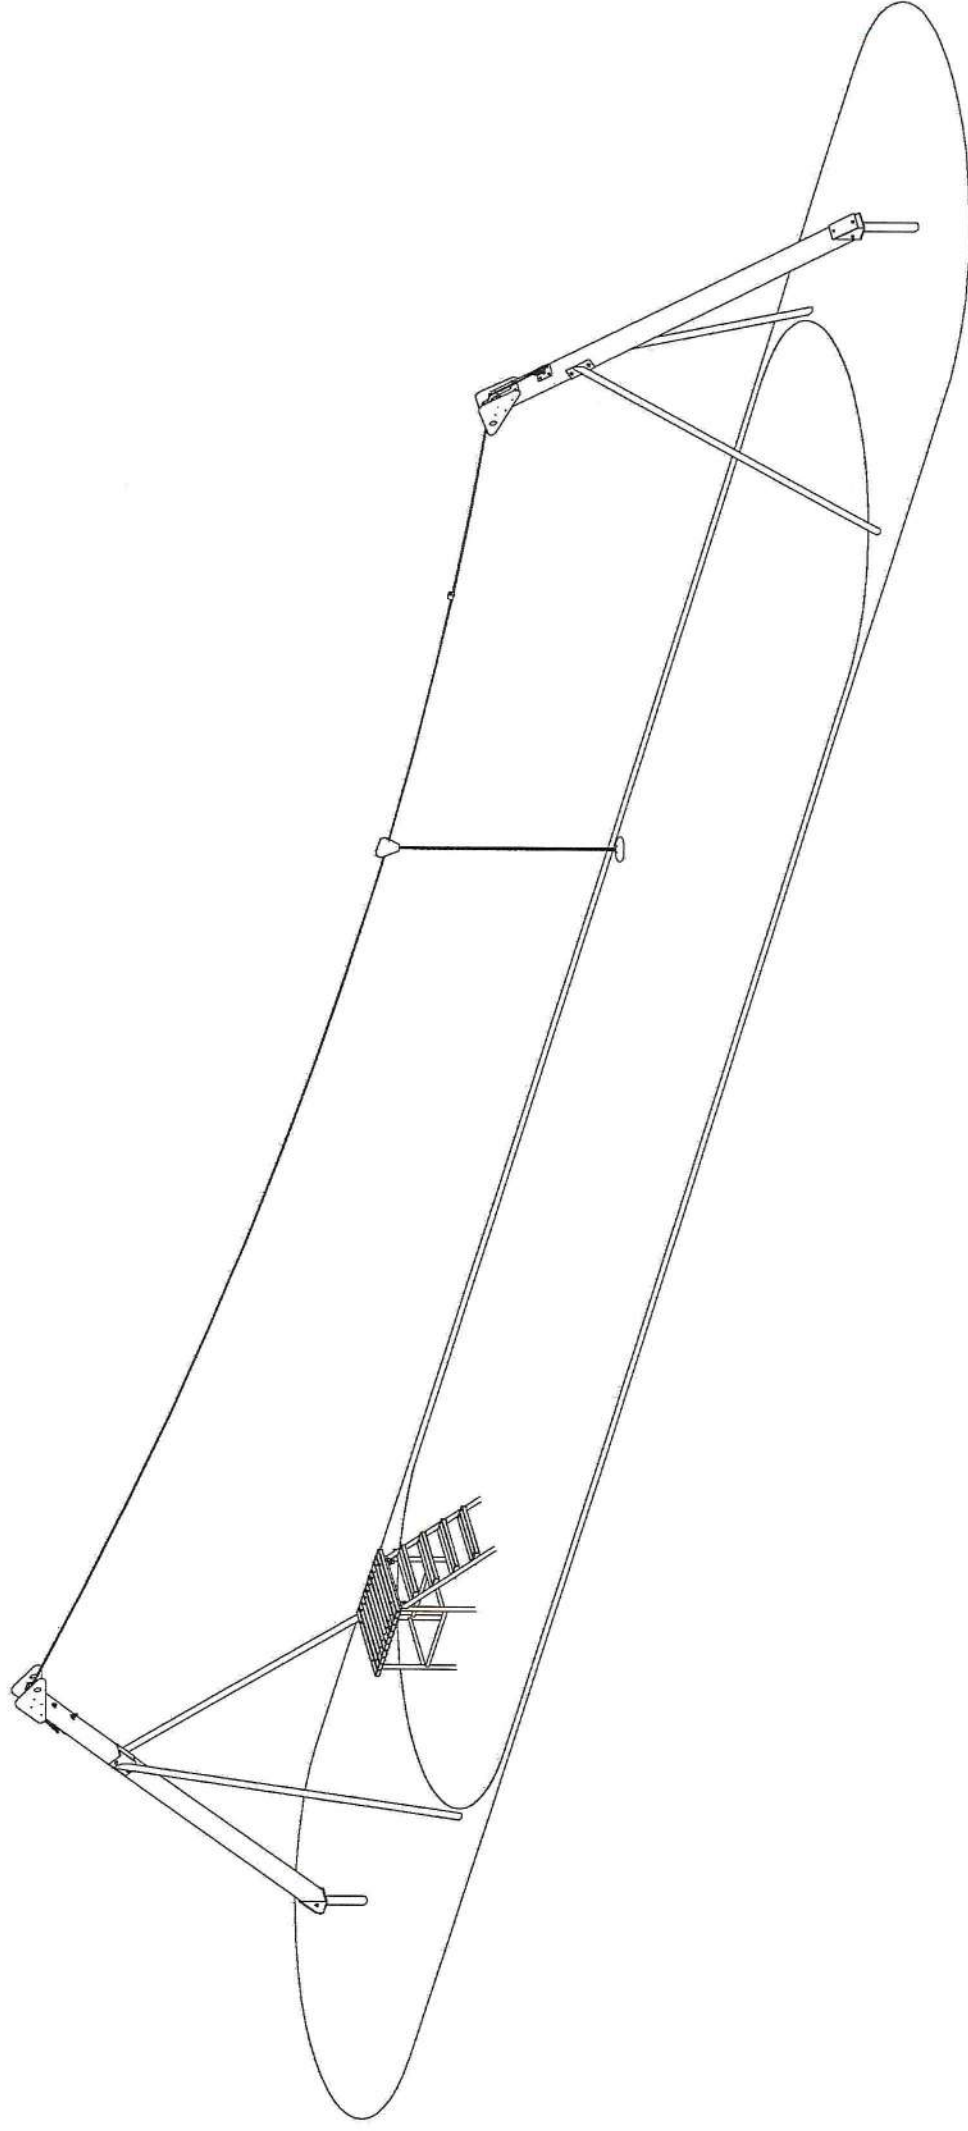

Рисунок 1 – Общий вид изделия «Канатная дорога»
- после затвердевания бетона необходимо закрепить трос на стройке большой, установить каретку и тормоз на трос (см. рис. 1), а затем натянуть трос согласно рисунку 4 и окончательно закрепить трос на стойке малой;
- натяжения троса производится в следующем порядке. Трос пропускают через кронштейн 4 на стойке большой и закрепляют его на рым-гайке с помощью трех канатных зажимов согласно рисунку 2. Зажимы необходимо располагать колодками на рабочую часть троса. Затем трос дотягивают до стойки малой и надевают на него каретку и тормоз (тормоз надевается резиновой втулкой на трос, см. рис. 1) и пропускают трос через кронштейн 5 на стойке малой. Далее трос натягивают согласно рисунку 4 и закрепляют его на рым-гайке стойки малой. Лишнюю часть троса отрезают.